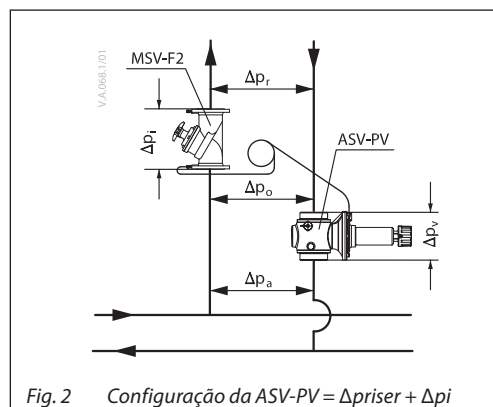

Fig. 2 Configuração da ASV-PV = $\Delta p_{riser} + \Delta p_i$
- válvula parceira dentro do circuito de controle (Fig. 2). Permite a limitação do fluxo no ramal; contudo, parte da faixa de pressão controlada é usada para redução de pressão na válvula parceira (Δp_i). Recomendada quando não é possível realizar a limitação de fluxo em cada unidade terminal.